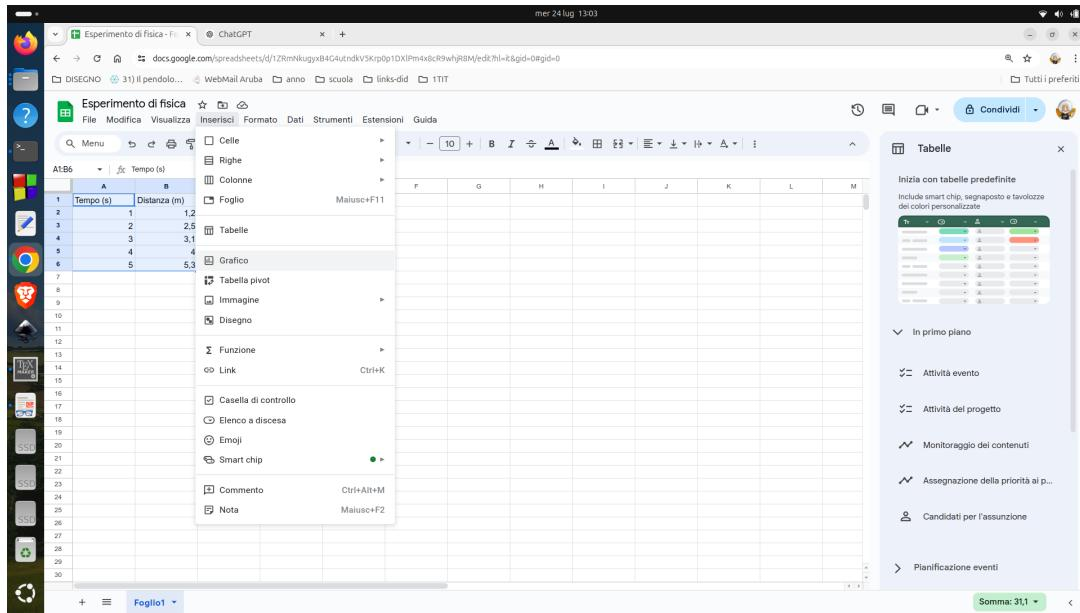

Figura 3.20 – Inserimento del grafico.
2. Vai su **Inserisci** nel menu e seleziona **Grafico** (figura 3.20).